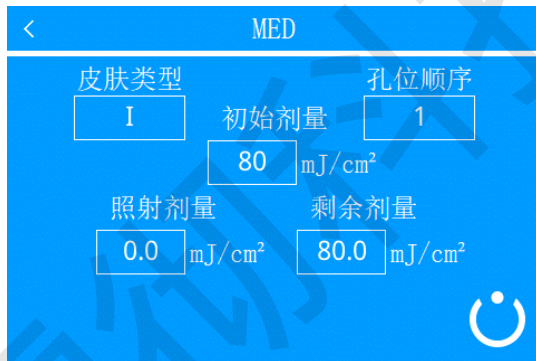

图 4-7 MED 测试界面
5、进入 MED 测试界面后，选择对应的皮肤类型。根据日晒反应及皮肤颜色确定皮肤类型（I~VI）（见附录 B），点击皮肤类型菜单，选择合适的皮肤类型，孔位顺序自动为 1，并且屏幕中会显示对应皮肤类型的首次治疗剂量，如图 4-7 所示。